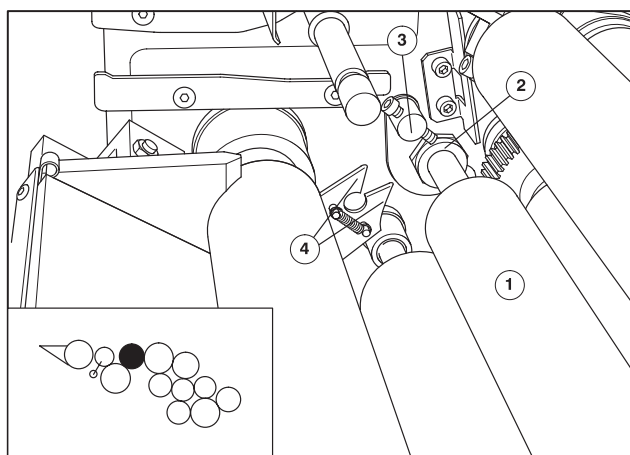

Рис. 25 Монтаж 1-го передаточного валика
Торцевые стороны 1-го передаточного валика (Рис. 25/①) скошены.
- ① Вложите валик на стороне привода и на стороне обслуживания в подшипники валика (Рис. 25/②).
- ② Поднимите рычаг на стороне привода (Рис. 25/③) и на стороне обслуживания вверх до упора.
- ① Установите валик с латунными опорами в зажимы на стороне привода (Рис. 25/④) и на стороне обслуживания.
- ② Вдавите передаточный валик в опоры до защелкивания валика.